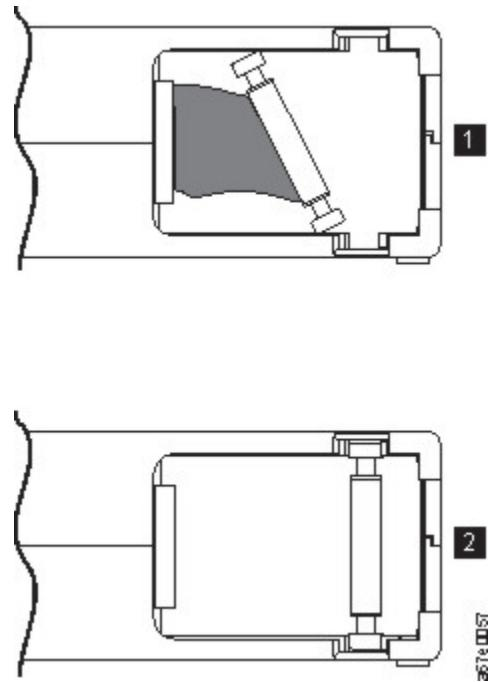

Figure 102. Leader pin in the incorrect and correct positions
- Compruebe que el eje de guía esté correctamente colocado (consulte 2 en Figure 102 en la página 230).
- No deje que se caiga el cartucho. Si el cartucho se cae, deslice hacia atrás la tapa del cartucho y asegúrese de que la patilla principal esté correctamente ajustada en las bridas de retención de patillas. Consulte 2 en Figure 102 en la página 230. Si la patilla principal se desaloja, vaya a “Repositioning or reattaching a leader pin” en la página 229.
Improper placement of leader pin. See Figure 102 on page 230.
A leader pin that is improperly seated inside a cartridge interferes with the operation of the drive. Figure 102 on page 230 shows a leader pin in the incorrect **1** and correct **2** positions.